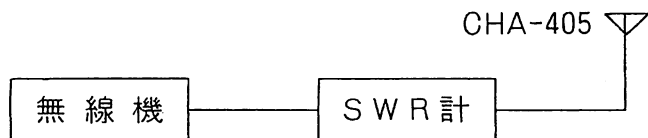

図 5
- アンテナ (CHA-405) と無線機の間へ使用する周波数帯及び電力に適合する S W R 計を図 5 のとおり接続します。